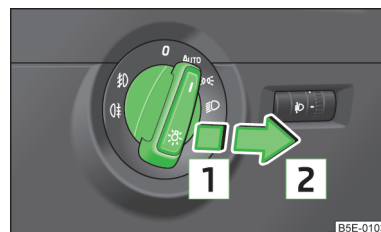

Fig. 32
➤ Rotiți comutatorul de lumini în poziția **AUTO**, ☹ sau ☹ ➤ **fig. 32.**
- Rotiți comutatorul de lumini în poziția **AUTO** sau , respectiv  » **fig. 32** la pagina 61.